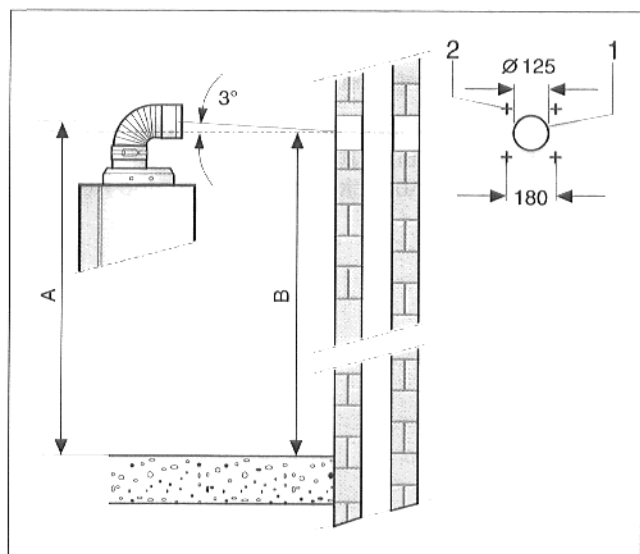

Abb. 13 Lage der Montageöffnung
- Lage der Montageöffnung bestimmen. Das Maß B (Abb. 13) ergibt sich aus dem Maß A unter Beachtung eines Gefälles von 3° nach außen.
- Montageöffnung (Abb. 13, Pos. 1),  $\varnothing 125$  mm bohren und Dübel (Abb. 13, Pos. 2) zur Befestigung der Abdeckplatten (Innen- und Außenwand) setzen.